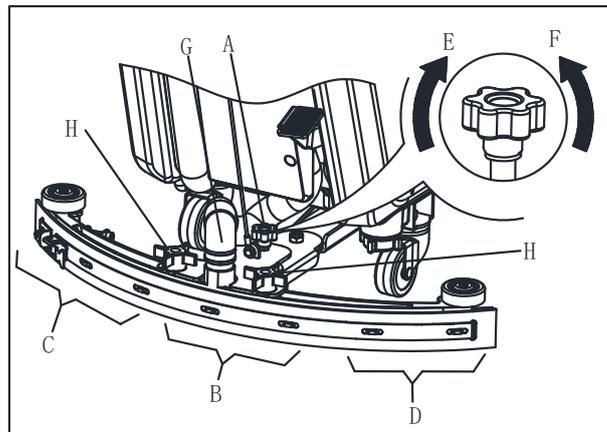

Рисунок 6
1. Установите швабру и завинтите гайку (Н), а затем подключите вакуумный шланг (G) к швабре.
2. Отрегулируйте швабру при помощи регулировочной ручки швабры (А, Рисунок 6).
- а) При наличии зазора между землей и средней части задней лопасти швабры (В), отрегулируйте ручку (А) в направлении против часовой стрелки (F), пока все секции задней лопасти швабры не будут хорошо соприкасаться с землей, передняя лопасть касается земли немного.